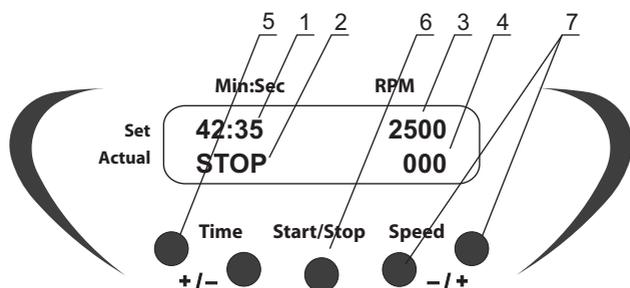

Рис. 1. Панель управления
4.4. Кнопками **Speed +** и **-** (рис. 1/7) установить необходимую скорость (шаг – 100 об/мин). Если кнопка установки удерживается нажатой более 2 сек., скорость изменения значений увеличивается. Установленные значения отображаются в верхней строке дисплея (рис. 1/3).
4.5. Кнопками **Time +** и **-** (рис. 1/5) установить необходимое время работы в
мин.:сек. (шаг – 1 мин.). Если кнопка установки удерживается нажатой более 2 сек., скорость изменения значений увеличивается. Установленное значение времени отображается в верхней строке дисплея (рис. 1/1).
- 4.6. Нажать кнопку **Start/Stop** (рис. 1/6), чтобы начать перемешивание, при этом начнется отсчет установленного интервала времени (рис. 1/2).
- 4.7. Если время перемешивания не установлено (индикация 00:00), прибор будет выполнять перемешивание до момента повторного нажатия кнопки **Start/Stop**. Текущие показания скорости отображаются в нижней строке дисплея (рис. 1/4).
- 4.8. По истечении установленного интервала времени вращение платформы прекращается и таймер подает звуковой сигнал, при этом на дисплее отображается мигающая индикация **STOP**. Нажать кнопку **Start/Stop** (рис. 1/7) для прекращения звукового сигнала.